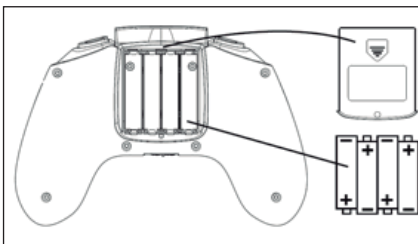

Bild 2
Öffnen Sie mithilfe des mitgelieferten Schraubendrehers (H) das Batteriefach (10) an der Unterseite des Transmitters. Legen Sie vier 1,5V Batterien Typ AAA in das Batteriefach ein. Achten Sie bitte auf korrekte Polarität (+/-), wie im Batteriefach angegeben. Siehe Abbildung 2.